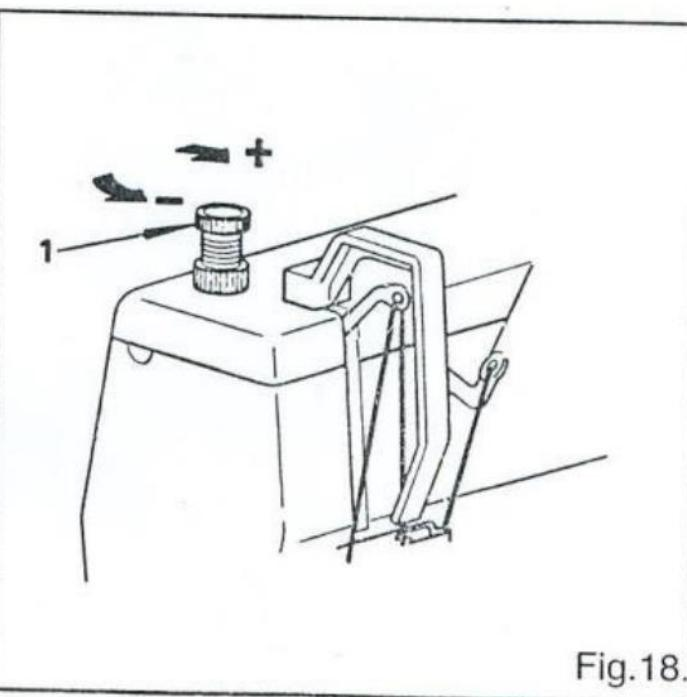

Fig.18.
14. Регулировка силы давления прижимной лапки (Рис. 18)